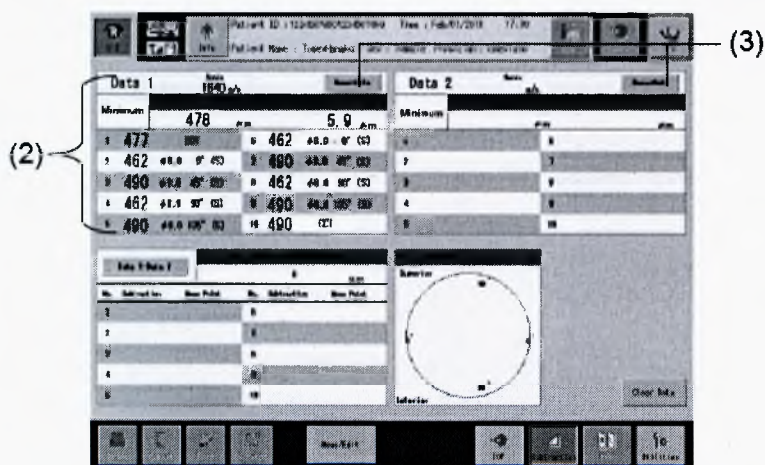

Рис. 2
- 1) Коснитесь кнопки “Subtraction display” (1), чтобы открыть окно вычитания (Рис. 2). Когда измерения уже было завершено на данной точке, результаты измерения выводятся в поле 1 (2).